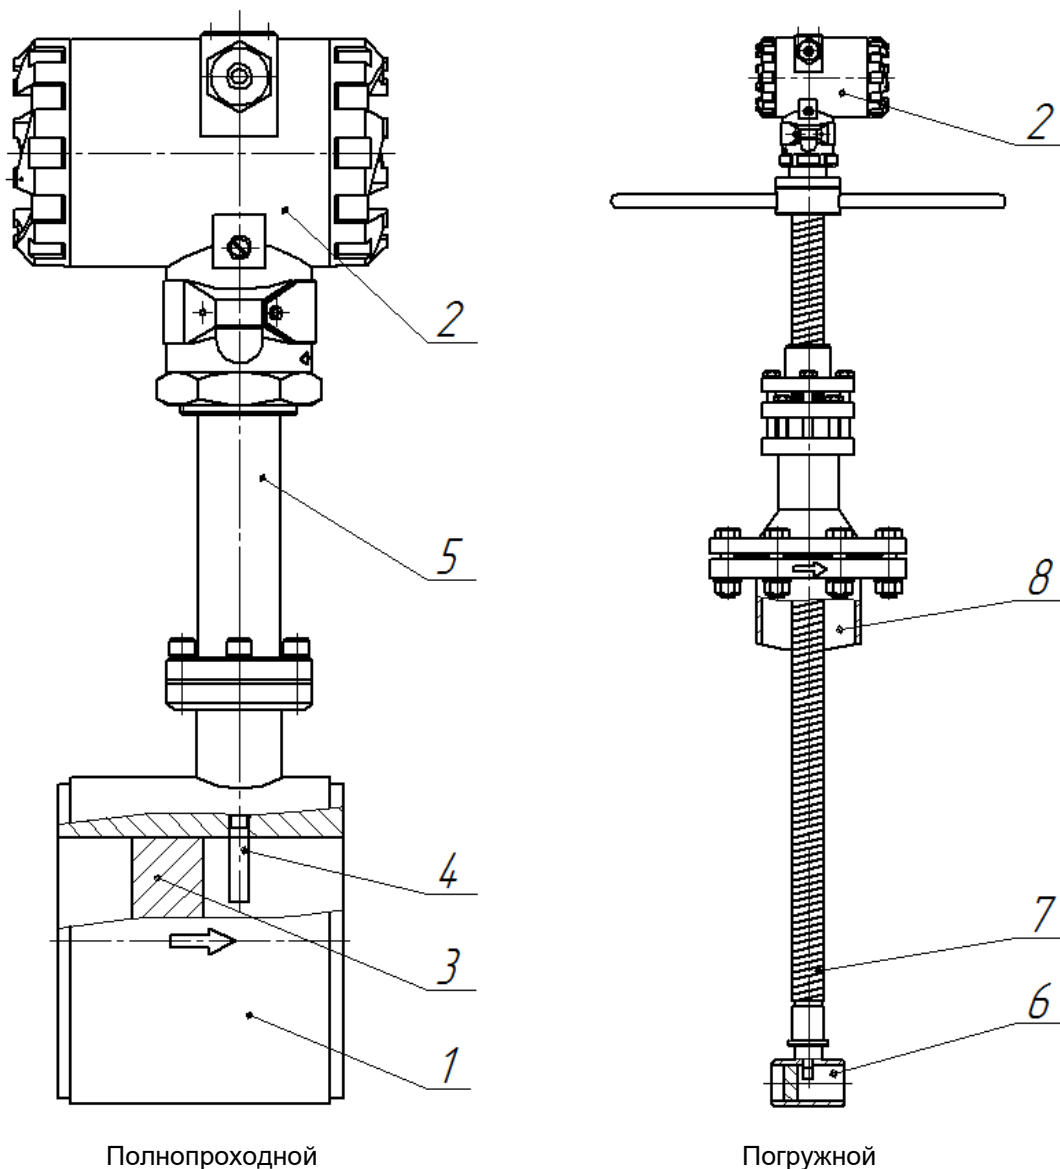

Рисунок 3.1. Устройство расходомеров расхода
Расходомеры по методу измерения подразделяются на полнопроходные (ЭВ-200) и погружные (ЭВ-205). Полнопроходной расходомер расхода (см. **рисунок 3.1**) состоит из проточной части (1) и электронного блока (2). Проточная часть представляет собой полый цилиндр, в поперечном сечении которого установлено тело обтекания (3). За телом обтекания расположен чувствительный элемент (4) (сенсор). Электронный блок (2) крепится на цилиндре проточной части с помощью трубчатой стойки (5). Электронные платы размещены в электронном блоке.
Погружной расходомер (см. **рисунок 3.1**) состоит из датчика (6), штанги (7), приварного патрубка (8) и электронного блока (2). Датчик конструктивно выполнен как проточный вихревой расходомер и измеряет скорость потока в одной точке.